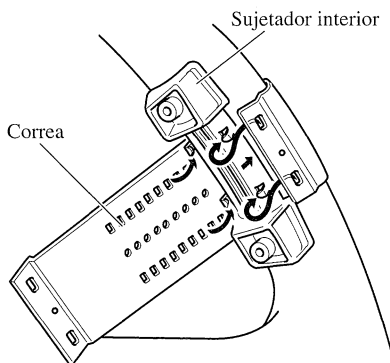

Fig. 10
1. Asegure el sujetador interior en el interior de la circunferencia del volante con la correa. (Fig. 10)